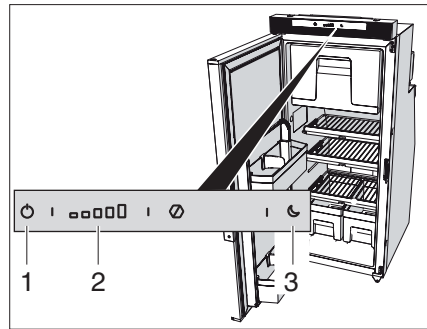

Fig. 89 Elementi di comando nel frigorifero
- Premere il tasto On/Off (Fig. 89,1) e tenerlo premuto per alcuni secondi.
- Premere o muovere i simboli sul tasto di regolazione della temperatura frigorifero (Fig. 89,2) per selezionare lo stadio di raffreddamento desiderato.